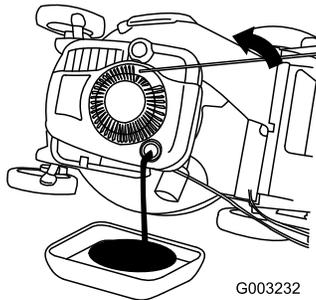

Figure 38
1. Inclinez la tondeuse sur le côté (filtre à air vers le haut) pour vidanger l'huile usagée par le goulot de remplissage (Figure 38).